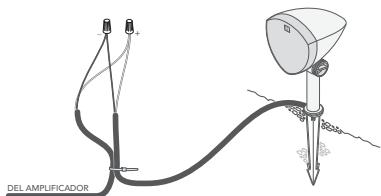

Figura 6
- Empezando por el altavoz más alejado del amplificador, pele 3/4 de pulgada de aislamiento en el extremo cortado de los cables de entierro para el canal de amplificador apropiado, según las tablas siguientes; a continuación, pele el aislamiento de los extremos del cable flexible del altavoz correspondiente (ver figura 6).
- Conecte el cable de entierro al cable flexible del altavoz con una brida de alambre (ver figura 6).